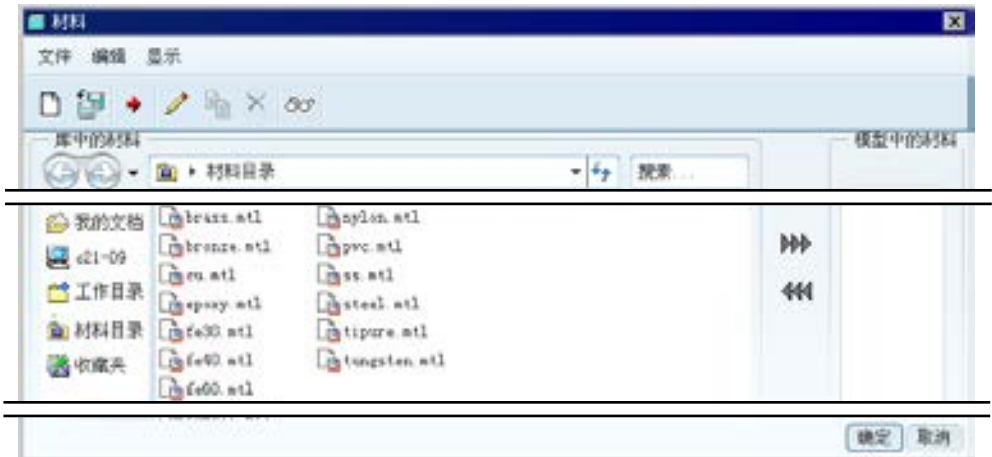

图 5.8.2 “材料”对话框
(1) 进入 Pro/ENGINEER 系统，随意创建一个零件模型。
(2) 选择下拉菜单 **文件(F)** \rightarrow **属性:P** 命令。
(3) 在图 5.8.1 所示的 **模型属性** 对话框中，选择 **材料** \rightarrow **材料** \rightarrow **更改** 命令，系统弹出图 5.8.2 所示的“材料”对话框。